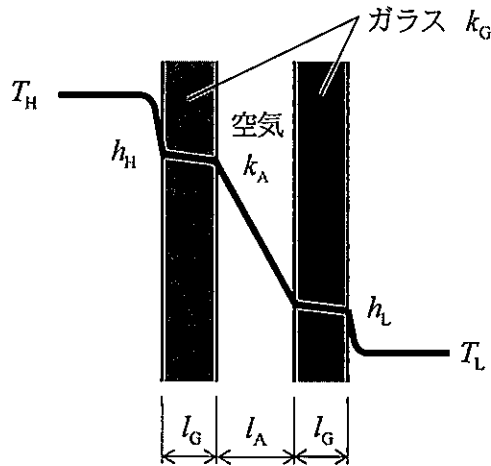

図2 二重ガラスの場合
2) 次に、図2に示すような二重ガラスにした場合において、1) で与えた条件に加えガラス間の隙間の大きさを  $l_A$  [m]、空気の熱伝導率を  $k_A$  [W/(m·K)] とする。ガラス間の隙間での空気の対流を無視し、一枚ガラスと同様に放射による伝熱を無視すると、二重ガラス窓を通しての熱通過率  $K'$  [W/(m2·K)] は、次式で与えられる。